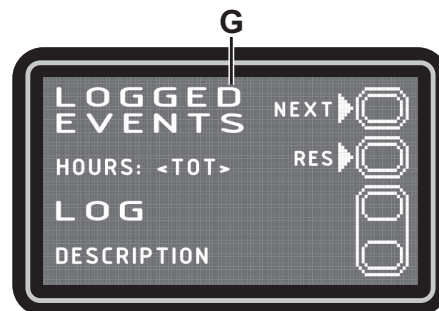

Рис. 9
**Журнал регистрации аварийных сигналов (G, Рис. 9)**